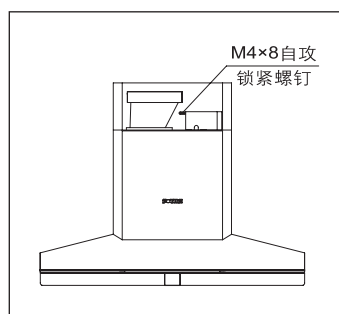

图 4
11. 两个人一起把油烟机挂在主机挂钩上，用水平尺保持整机水平。按 (图 4) 示意，用一颗 M4×8 的螺钉把油烟机和主机挂钩固定好。